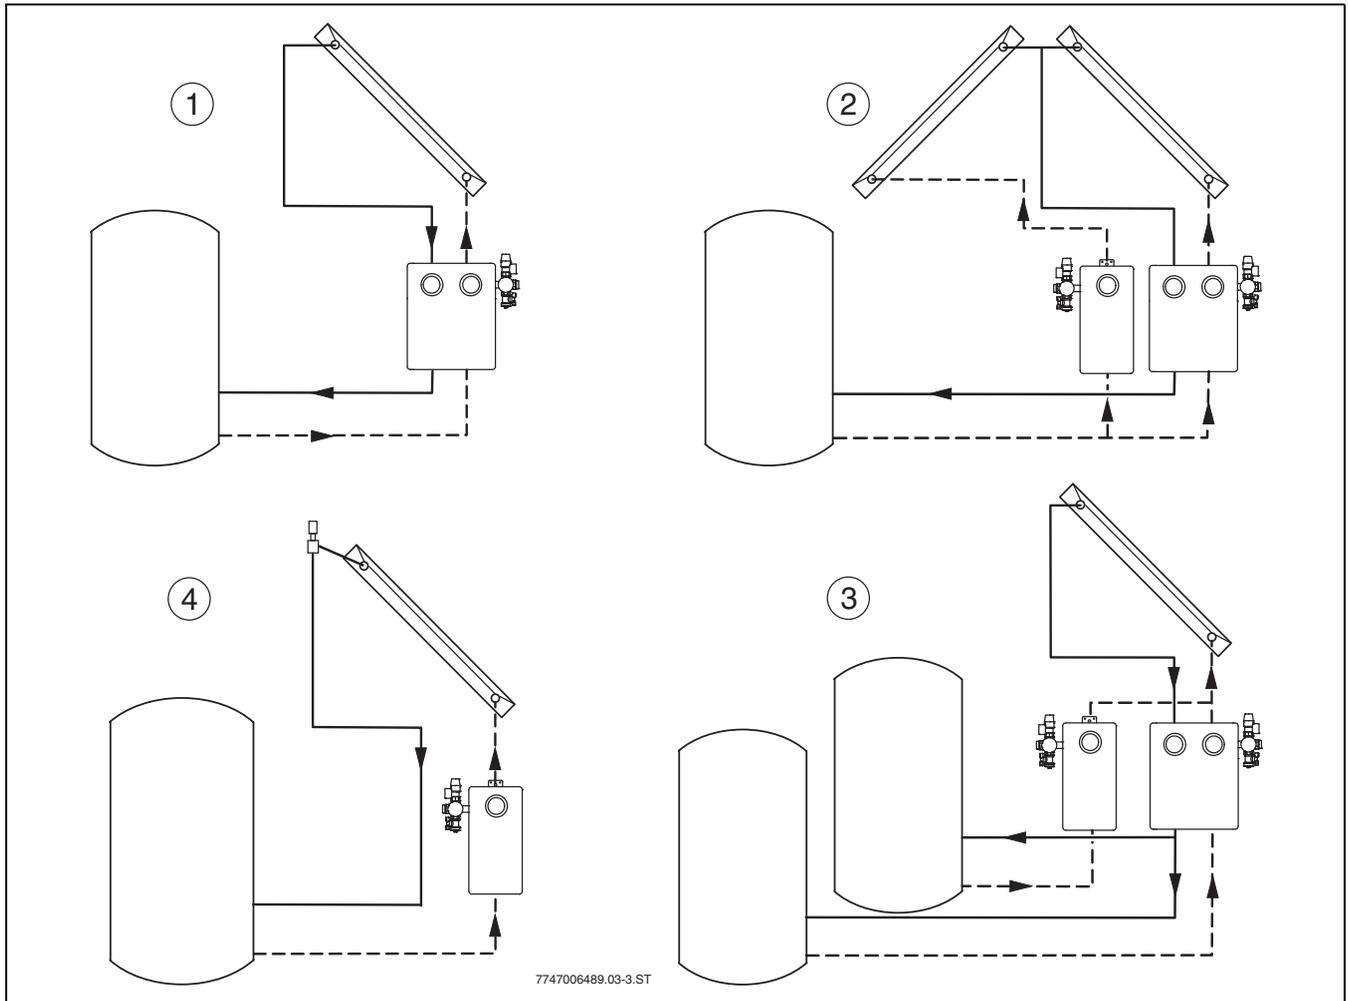

Bild 4 Verschiedene hydraulische Anwendungen
- ▶ Solarstationen nur senkrecht (→ Bild 4) und in Innenräumen montieren.